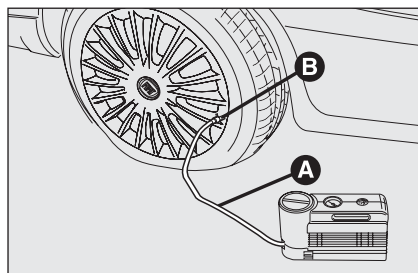

fig. 15
- ☐ **Accione el freno de mano.** Afloje el capuchón de la válvula del neumático, saque el tubo flexible de llenado **A**-fig. 15 y apriete el casquillo **B** en la válvula del neumático;